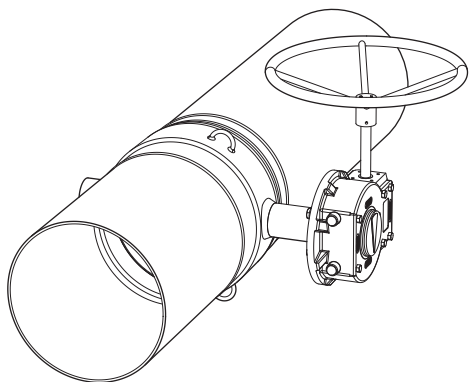
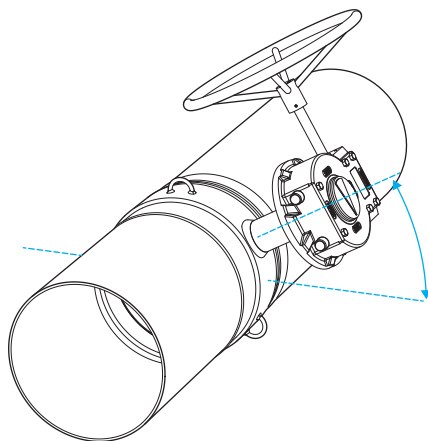

Рис. 12. Установка в горизонтальном положении.
Рис. 13. Установка под углом.
Предпочтительнее всего устанавливать затвор в горизонтальном трубопроводе с горизонтальным расположением штока затвора (см. Рис. 12). Рекомендуем устанавливать затвор под углом 45° (см. Рис 13). В других случаях обратитесь к производителю.
- Рекомендуемое установочное положение для затвора - под углом (см. Рис. 13.) или таким образом, чтобы шток находился горизонтально (см. Рис. 12 и 22). Избегайте устанавливать затвор так, чтобы шток находился в вертикальном положении.